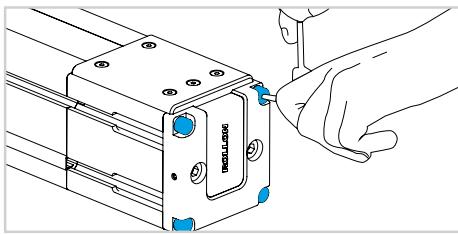

図 10
- 10)アイドルヘッドプレートの 4 本のネジを緩めます(図 10 を参照)。